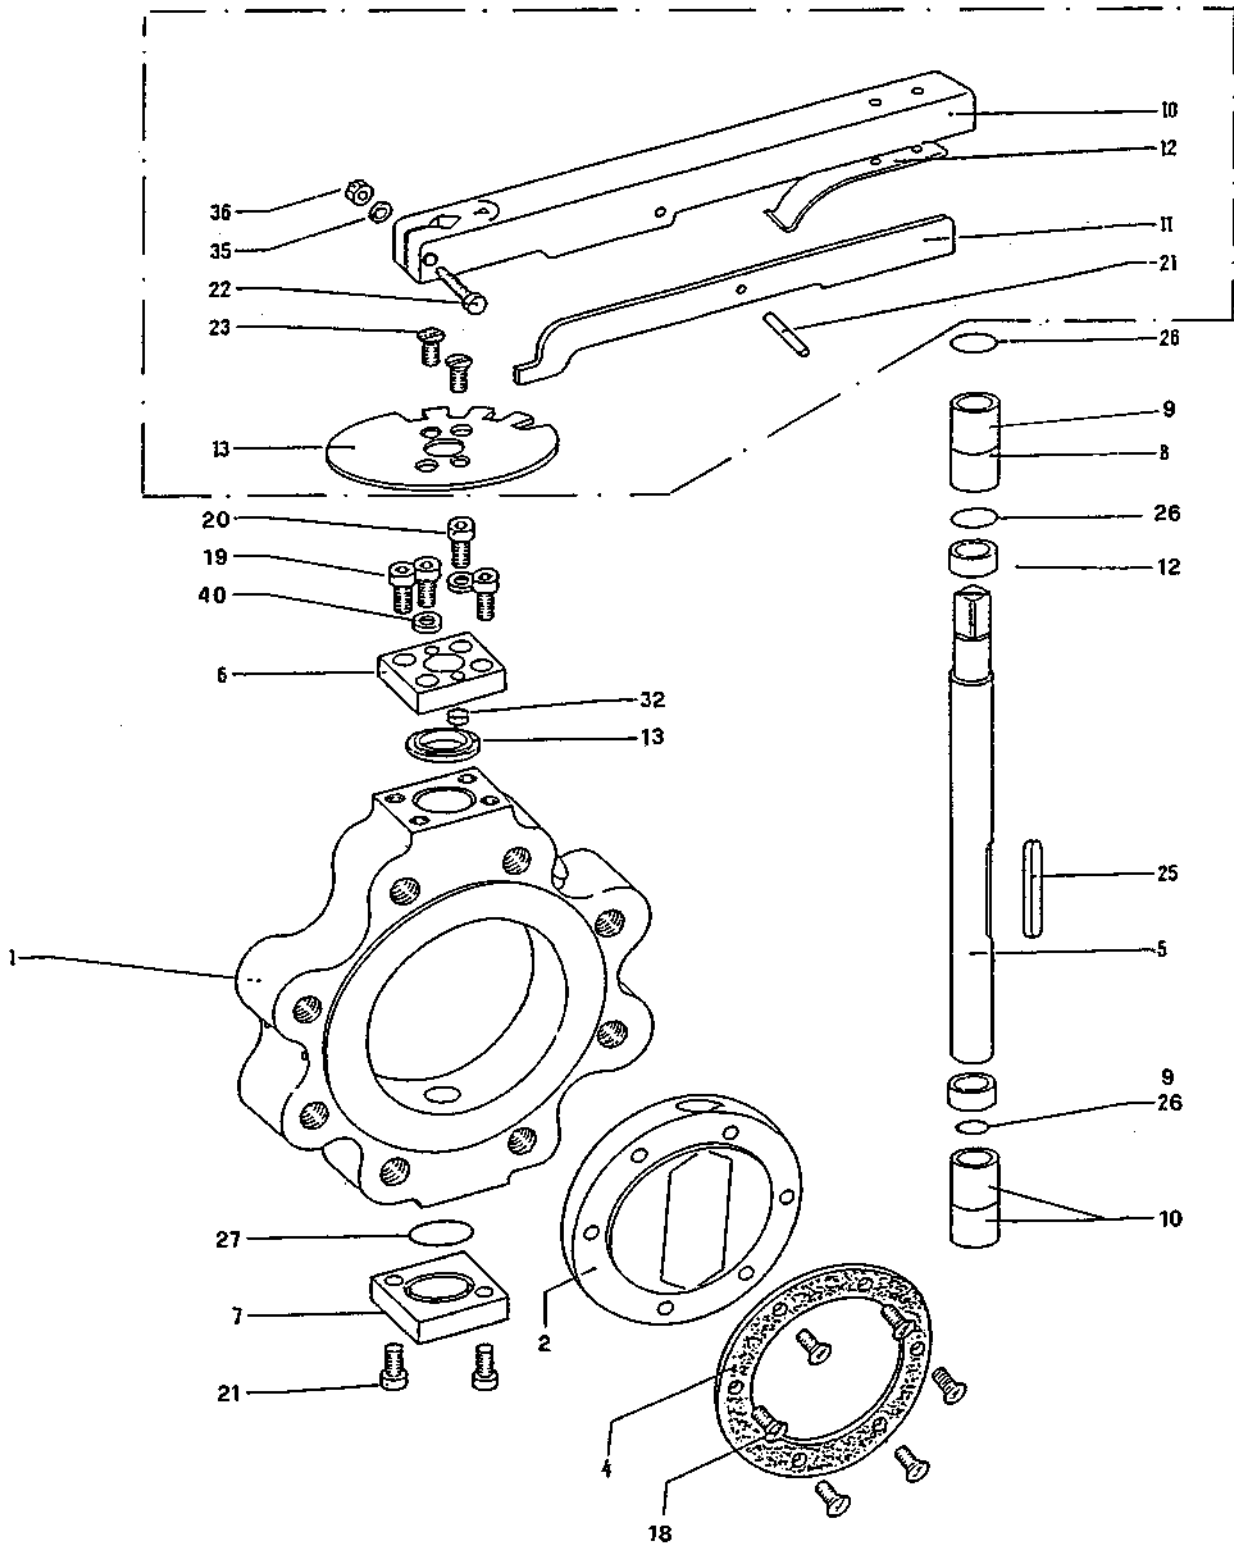

fig. 2
Per effettuare la sostituzione degli anelli di tenuta OR posti sull'albero e la guarnizione armata di tenuta posti sulla farfalla: si dovrà procedere allo smontaggio della valvola nel seguente modo (rif. fig. 2)
Pur remplacer les bagues d'étanchéité OR placées sur la tige et les garnitures armées d'étanchéité placées sur le papillon, on devra démonter la vanne de la façon suivante (réf. fig. 2 et 3):
In order to substitute the OR placed on the shaft and reinforced seal rings placed on the butterfly, it is necessary to disassemble the valve in the following way (ref. fig. 2 & 3)
La leva di manovra (10) fig. 2 per motivi di ingombro, viene fornita smontata e fornita a corredo della valvola.
Le levier de manoeuvre (10) fig. 2, à cause de son encombrement, est fourni démonté et avec la vanne.
De plus, le levier de manoeuvre et le disque de positionnement, en cas de nécessité, peuvent pivoter de 180°, ainsi que la vanne insérée dans la tubulure; pour effectuer cette opération, procéder de la façon suivante (fig. 2): dévisser les vis (23), ôter le disque
The operating lever (10), fig. 2 due to its dimensions, is supplied disassembled and with the valve.
Besides, the operating lever and the positioning plate, in case it is needed, may be rotated of 180°, even after the valve has been inserted on the piping. In order to achieve this, please proceed as follows (fig. 2)
Per eseguirlo procedere come segue fig. 2: svitare le viti (23) sfilare il disco e ruotarlo di 180° in modo che le due viti (20) sporgenti dal coperchietto (6) entrino nelle apposite sedi predisposte nel disco di posizionamento. Quindi fissarlo con le apposite viti.